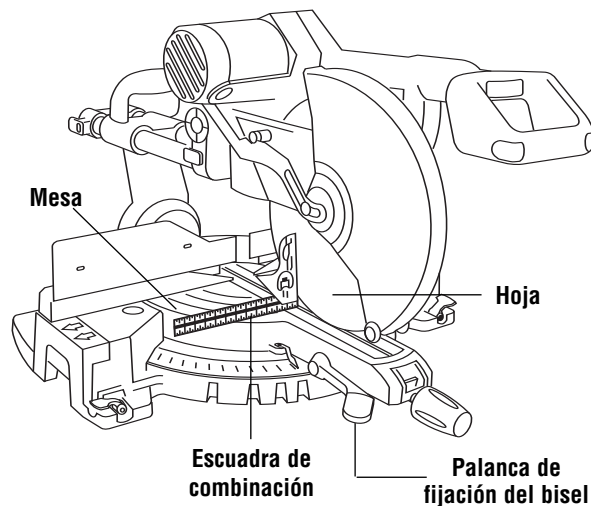

Figura 1. Hoja en ángulo recto con la mesa
Utilice una escuadra de combinación para comprobar la perpendicularidad de la hoja respecto a la mesa. Coloque la escuadra sobre la mesa y presiónela contra la hoja. Si la hoja no hace contacto con toda la longitud de la escuadra (Figura 1), siga el procedimiento de calibración.
5. Coloque la escuadra de combinación sobre la mesa y contra la hoja (vea la Figura 1).